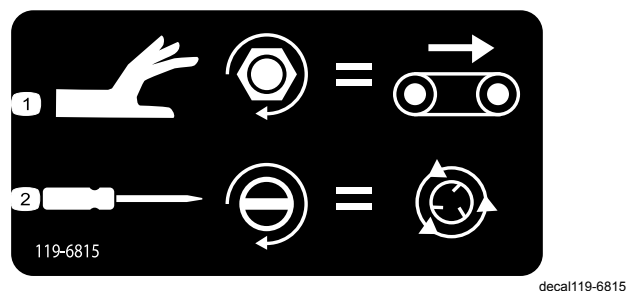

Figura 44
- Per regolare la velocità del piano (Figura 44), girate la manopola in senso orario. Nel Sistema di funzionamento con codici colore viene usata la velocità del piano massima così che questa regolazione possa essere eseguita in assenza
- Per regolare la velocità dello spargitore (Figura 44), con un cacciavite a testa piatta girate il dispositivo in senso orario per aumentarla e in senso antiorario per diminuirla.